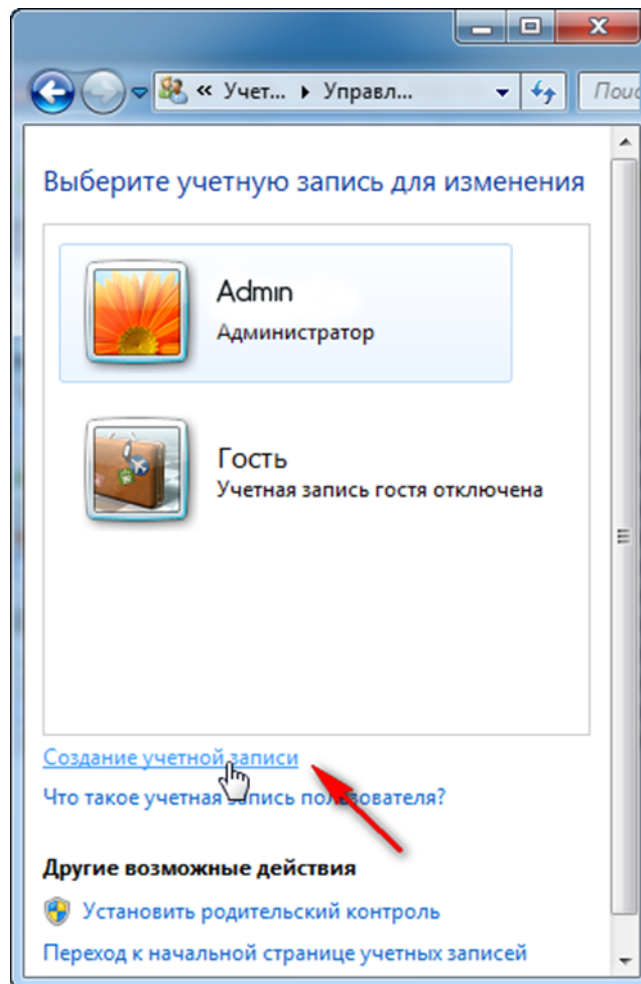

Рисунок 4.
2.2.1.2 Выбрать пункт «Создание учетной записи» (см. рисунок 4).